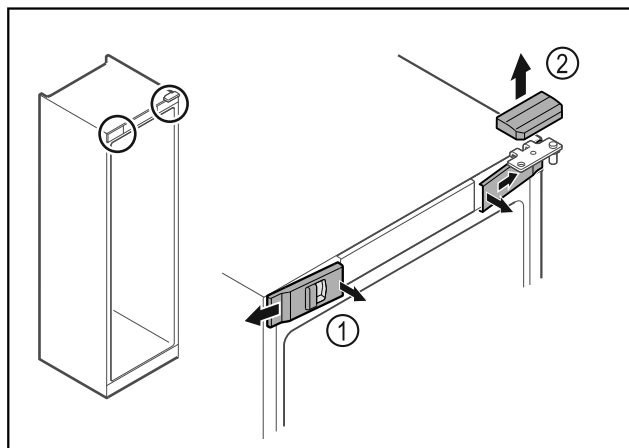

Fig. 16
- Передние крышки Fig. 16 (1) освободите от фиксации с внутренней стороны и отведите в сторону.
- Движением вверх снимите верхнюю крышку Fig. 16 (2).